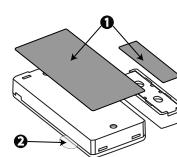

Figura 2: Instalación rápida
1. Despegue y suelte los revestimientos de las dos bandas de doble faz de la cinta adhesiva y péquelas en el dispositivo y en el imán. Ver a Figura 2.